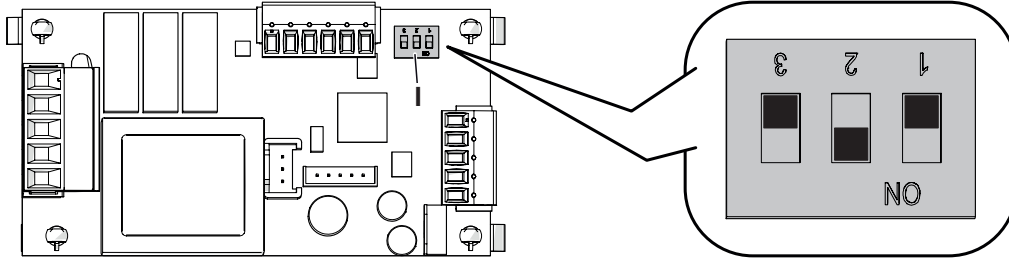

Figura 2.43
- Posizionare i DIP Switch (I) come indicato in Figura 2.43.